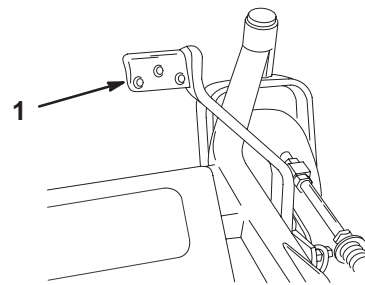

Figure 21
2. Appuyez sur la commande d'accessoire tout en tirant sur le levier de sélection de hauteur de coupe (Fig. 21).